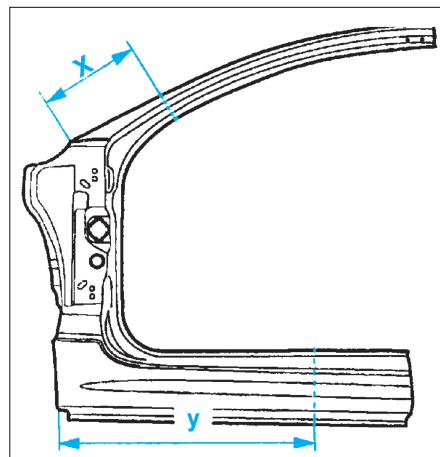

FIG. 39
- Tracer puis découper à l'aide d'une meule épaisseur 1 mm (coupe définitive) (Fig.39).